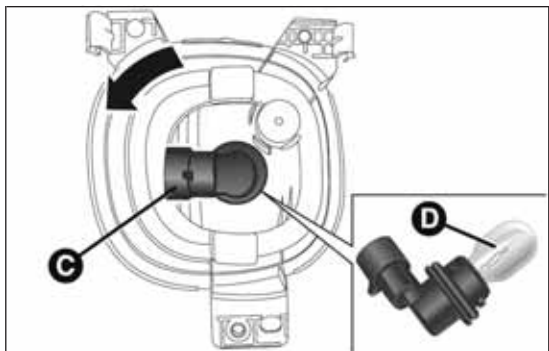

fig. 189
- ❑ desconectar el conector eléctrico y girar hacia la izquierda el portalámparas C fig. 189;